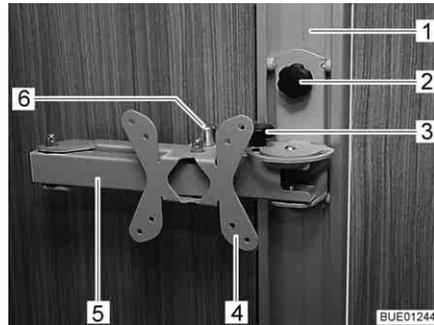

Bild 48 Halterung an Schiene
- Knebelschraube (Bild 48,2) lösen und Halterung (Bild 48,4) in der Schiene (Bild 48,1) in gewünschte Höhe bringen.
- Knebelschraube (Bild 48,3) lösen.
- Entriegelungsknopf (Bild 48,6) ziehen. Der Gelenkarm (Bild 48,5) ist entriegelt.
- Knebelschraube (Bild 48,3) wieder festziehen.
- Flachbildschirm in Ausgangslage zurückschwenken, bis Gelenkarm (Bild 48,5) hörbar in die Verriegelung einrastet.
- Knebelschraube (Bild 48,2) lösen, Halterung (Bild 48,4) in gewünschte Höhe bringen und Knebelschraube wieder festziehen.